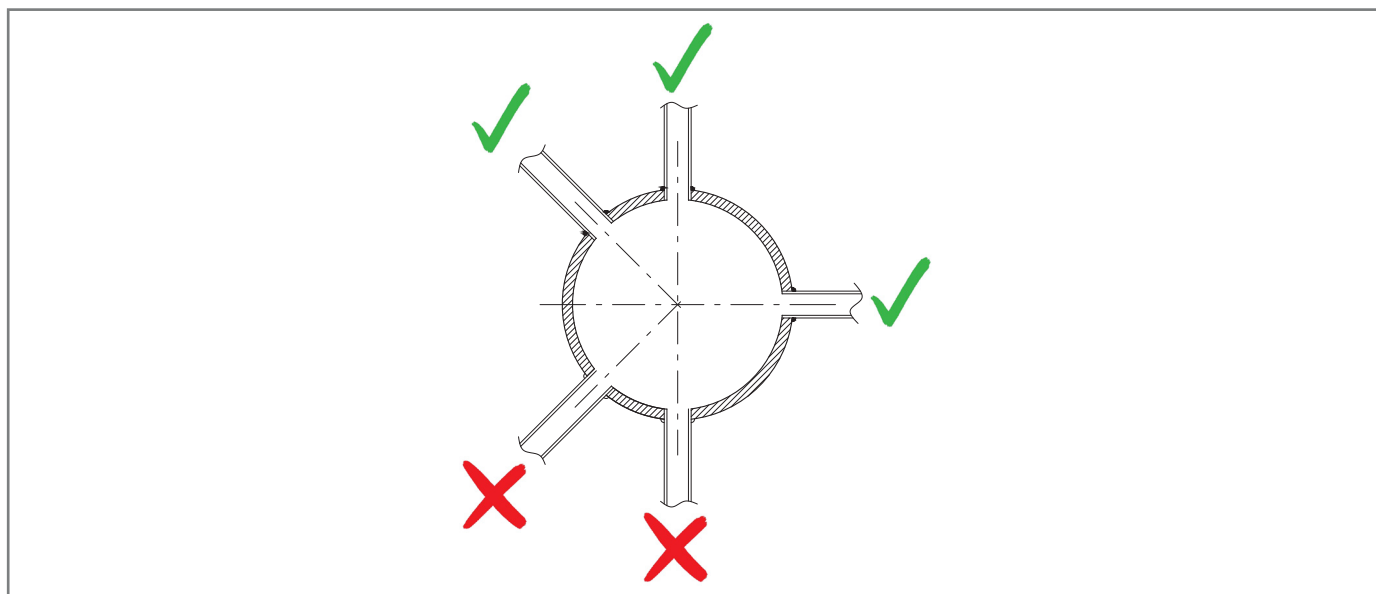

Fig. 6.14. Conexiones soldadas de la tubería
- las conexiones de la conexión neumática estén siempre soldadas a la parte superior o al eje superior o al eje horizontal de la propia tubería (véase la Fig. 6.14);